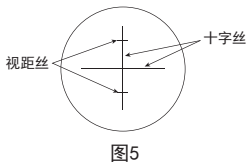
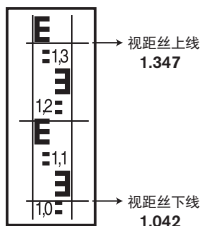

图5
图6
1. 瞄准水准尺，记录下视距丝（图5）在水准尺所在位置的刻度值。（图6）